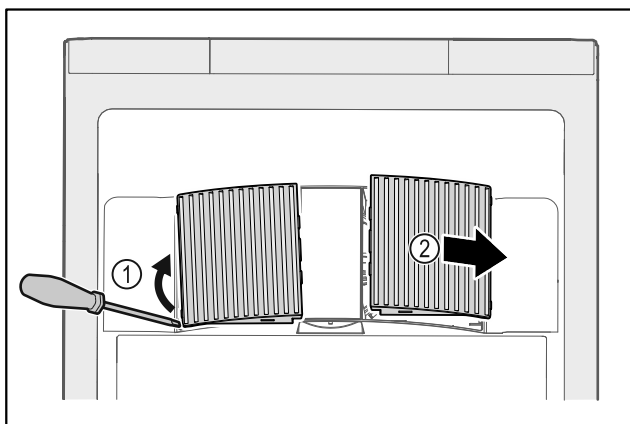

Fig. 173
- ▶ Oprezno podignite ventilatorske pokrove sa strane Fig. 173 (1) i skinite ih prema naprijed Fig. 173 (2).